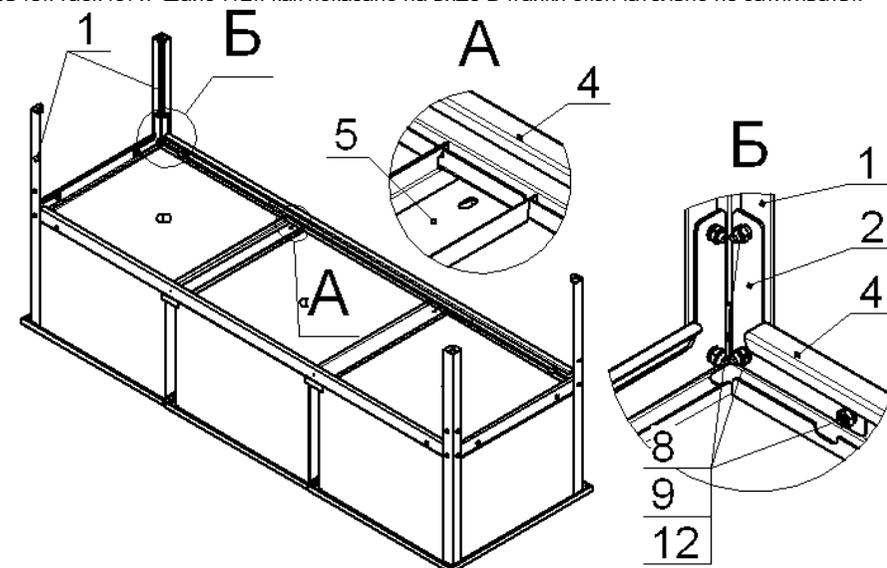

Рис.2
4. Рис.2: на дно моек положить швеллеры (5), на профили короткие (3) и на швеллеры (5) положить профили длинные (4) так, чтобы борта швеллеров (5) попали в пазы профилей длинных (4), как показано на виде А, закрепить профили длинные (4) и угольники (2) на стойках (1), при помощи болтов (8), гаек (9) и шайб (12), как показано на виде Б (гайки окончательно не затягивать).